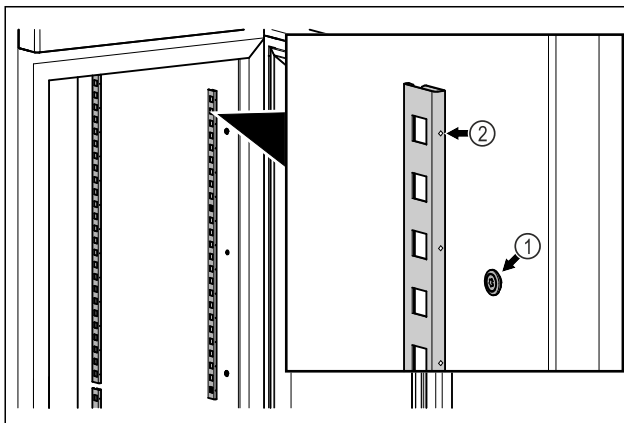

Fig. 83 Voorbeeld
- Vastzetstrips in de ophanging Fig. 83 (1) haken. Markering Fig. 83 (2) moet naar voren wijzen.